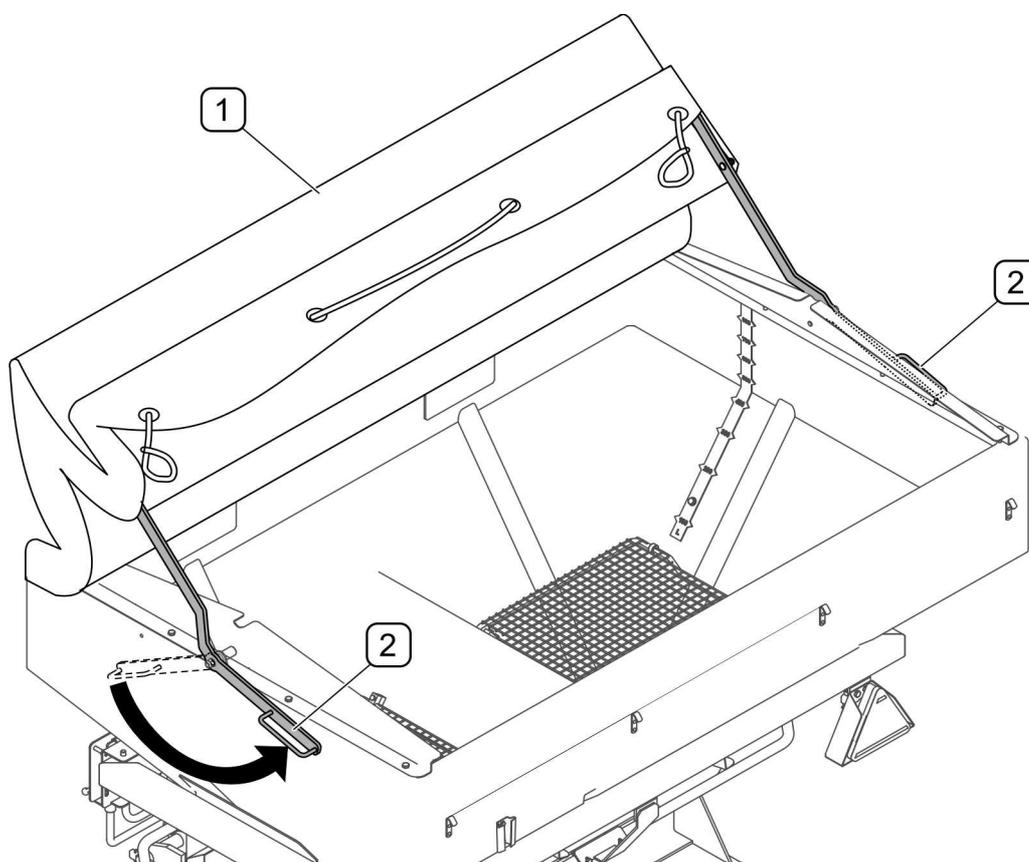

РИСУНОК 4.9 Подъем тента
Если разбрасыватель оснащается тентом (1), то его необходимо поднять перед загрузкой (РИСУНОК 4.9). Для этого следует отцепить крепежные ремни от крючков на бункере и при помощи рычага (2) поднять каркас с тентом (*рычаги располагаются с обеих сторон бункера*).